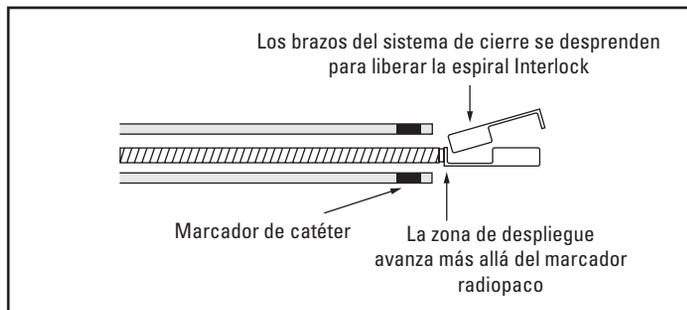

Figura 8. Introducción del sistema de oclusión IDC con fibras Interlock - 35
14. Para desplegar la espiral, avance lentamente la guía introductora bajo fluoroscopia hasta que los brazos del sistema de cierre rebasen la punta del catéter (Figura 8). Nota: si encuentra resistencia al despliegue, gire lentamente la guía introductora hasta que se despliegue la espiral.